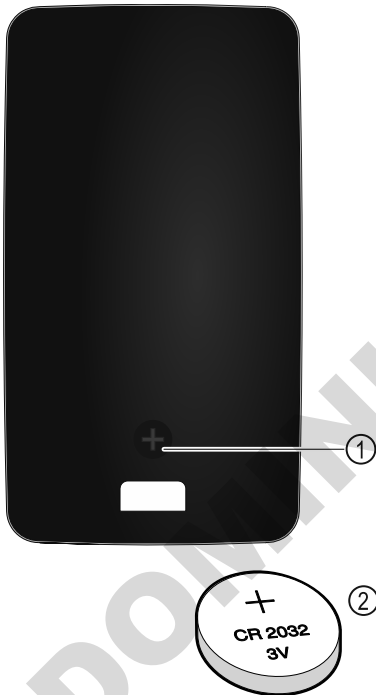

Fig. 220
L'alimentation électrique de la télécommande est assurée par une pile de type CR 2032 de 3 V Fig. 220 (2), disponible auprès des commerçants spécialisés.
- ▶ Dévisser la vis Fig. 220 (1) au dos de la télécommande.